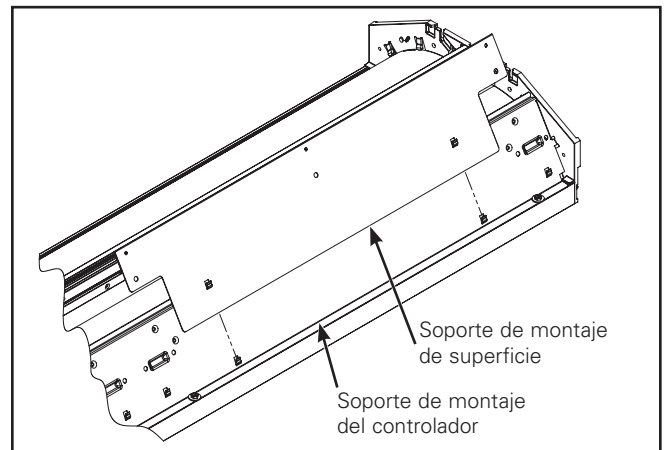

Figura 2.
2. Inserte el soporte de montaje de superficie del accesorio en las lengüetas del soporte de montaje del controlador (Figura 2).